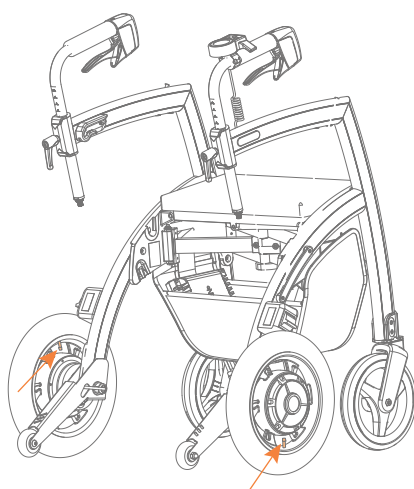

Abbildung 78: : Aufpumpen der Luftreifen.
- b. Bleiben Sie beim Einstellen der Bremsen an der Rückseite des Rollz Motion Electric. Lösen Sie den Sperring (1) am unteren Ende des Bremskabels (ziehen Sie das Kabel nach oben, um es zu erleichtern). Drehen Sie die Einstellschraube (2) darüber, um das Bremskabel zu verkürzen oder zu verlängern **Abbildung 78**. Drehen Sie im Uhrzeigersinn, um die Bremskraft zu erhöhen, und gegen den Uhrzeigersinn, um sie zu verringern.